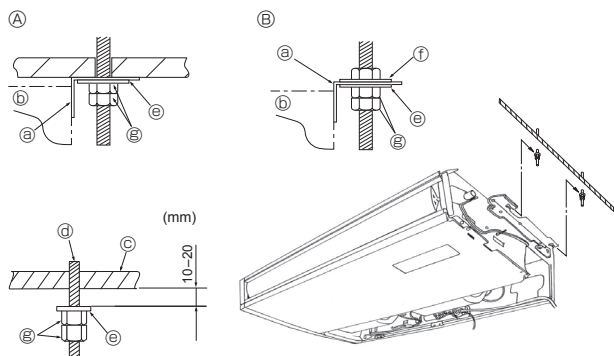

Fig. 3-5
3.3. Installation av inomhusenhet (Fig. 3-5)